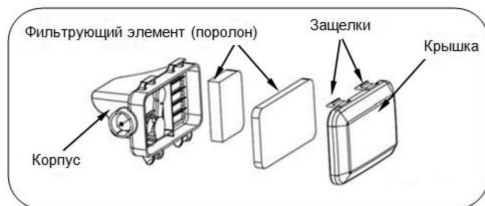

Рис. 22
1. Откройте крышку воздушного фильтра и извлеките фильтрующий элемент (Рис. 22, 23)
Для фильтра с поролоновым фильтрующим элементом (Рис. 22):